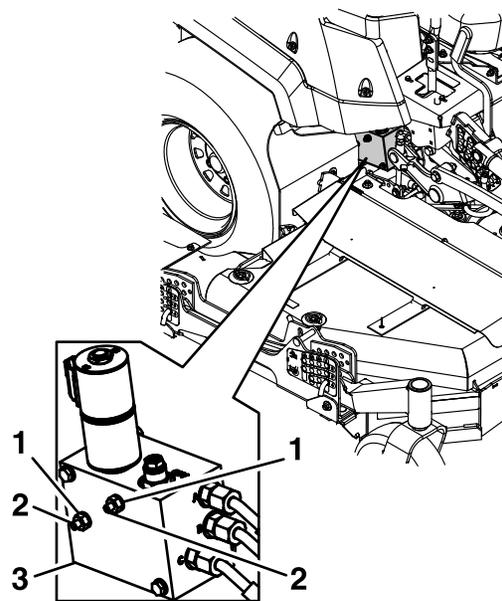

Figure 34
vis (6 tours environ), comme montré à la Figure 34.
2. Maintenez les vis à l'aide d'une clé Allen de 1/8 pouce et desserrez les écrous d'étanchéité à l'aide d'une clé de 7/16 pouce (Figure 34).